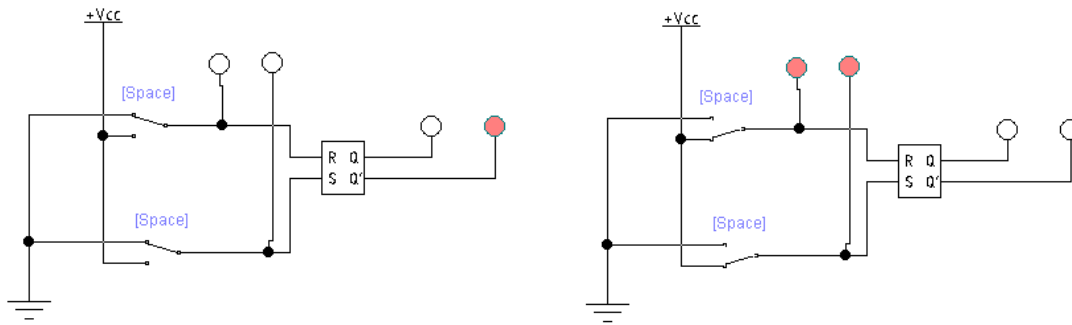

Рисунок 4.64 – Результати моделювання роботи асинхронного *RS*-тригера
8. Запустити процес моделювання (рис. 4.64). Проаналізувати отримані результати.